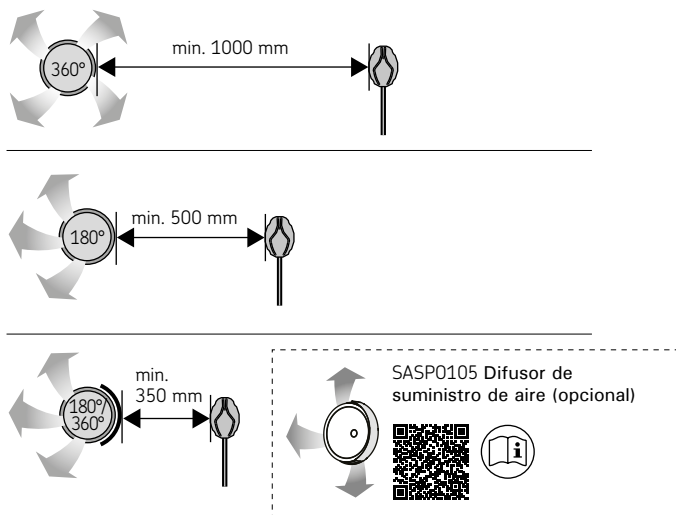

Figura 6. Distancia mínima entre la salida de suministro de aire y el sensor de temperatura
- **Ventilación mecánica:** La salida de aire de impulsión debe ubicarse en la parte superior de la sauna para que no interfiera en el funcionamiento del sensor de temperatura. (Figura 6. Distancia mínima entre la salida de suministro de aire y el sensor de temperatura)